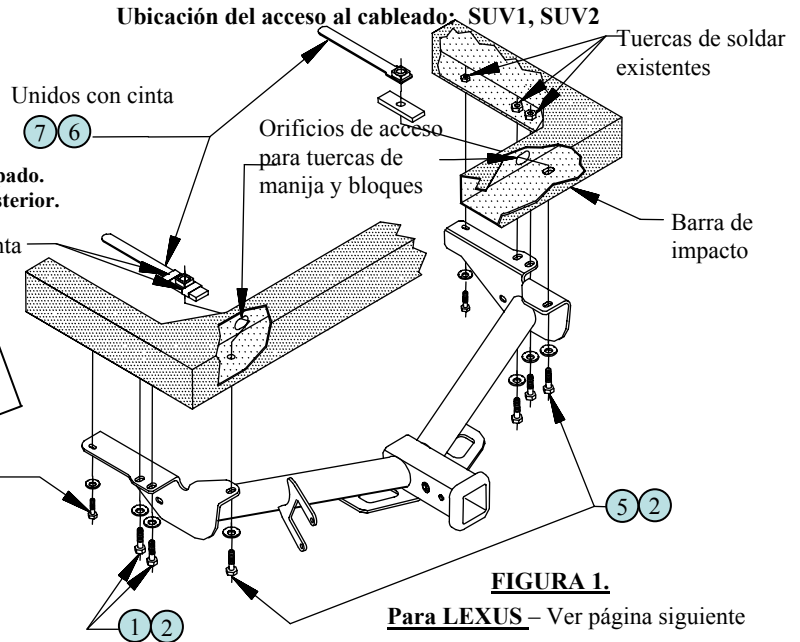

FIGURA 1.
3. Levante el enganche a su posición, cerciorándose de que el conector de fábrica de 7 vías esté por encima del travesaño del enganche durante la instalación. Alinee los soportes laterales con los orificios del gancho de remolque existentes al extremo de los largueros del bastidor. Instale los tornillos como se muestra. (Figura 1. Página 1)
4. Pegue el bloque 1/4" x 1" x 3" a cada tuerca de manija. Inserte la tuerca de manija en las ranuras localizadas en la barra de impacto. Instale el perno hexagonal de 1/2"-13 y la arandela cónica de 1/2" como se muestra. (Figura 1)
5. Coloque el conector de fábrica de 7 vías en el soporte eléctrico que se suministra en el enganche. Usando (2) pernos hexagonales de 1/4" y tuercas mariposa, instale el enchufe eléctrico de 7 vías al soporte eléctrico en el enganche.